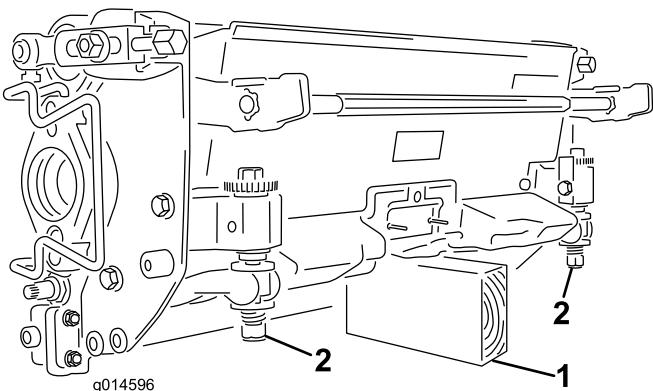

図 9
**重要** カッティングユニットを傾けてベッドナイフとリールが見えるようにする際には、ベッドバー調整ネジが床や作業台に押し付けられることのないよう、カッティングユニット後部に支えを入れて浮かせてください(図 9)。